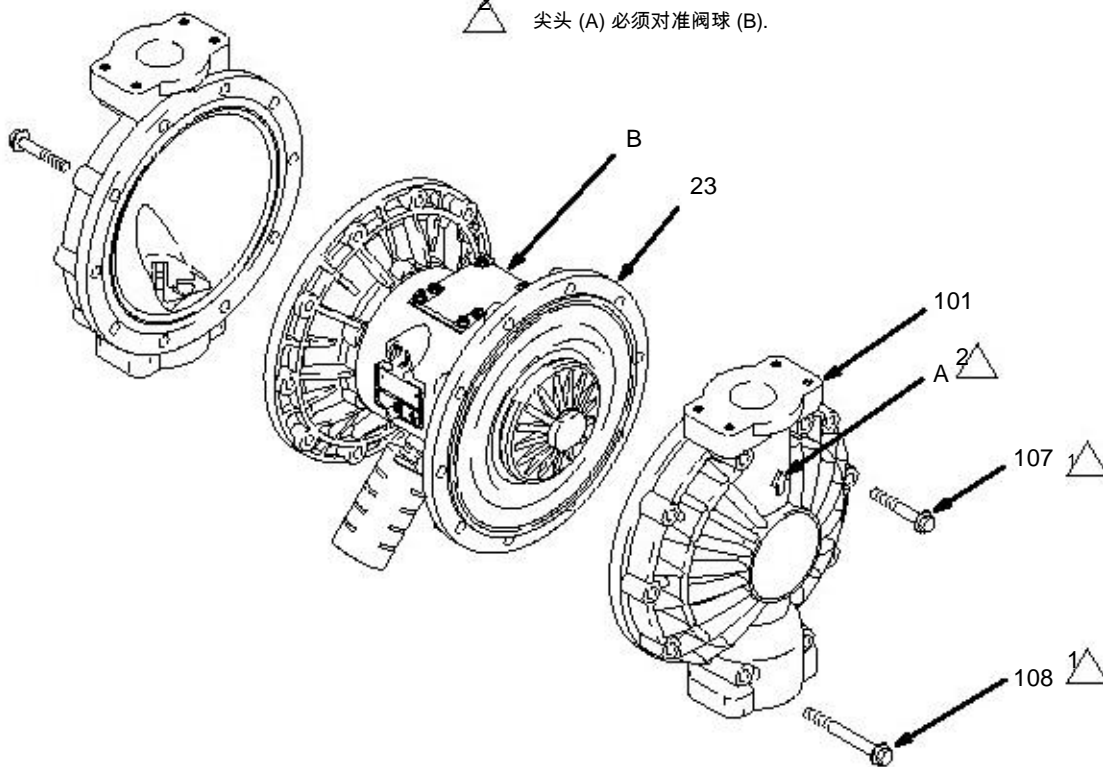
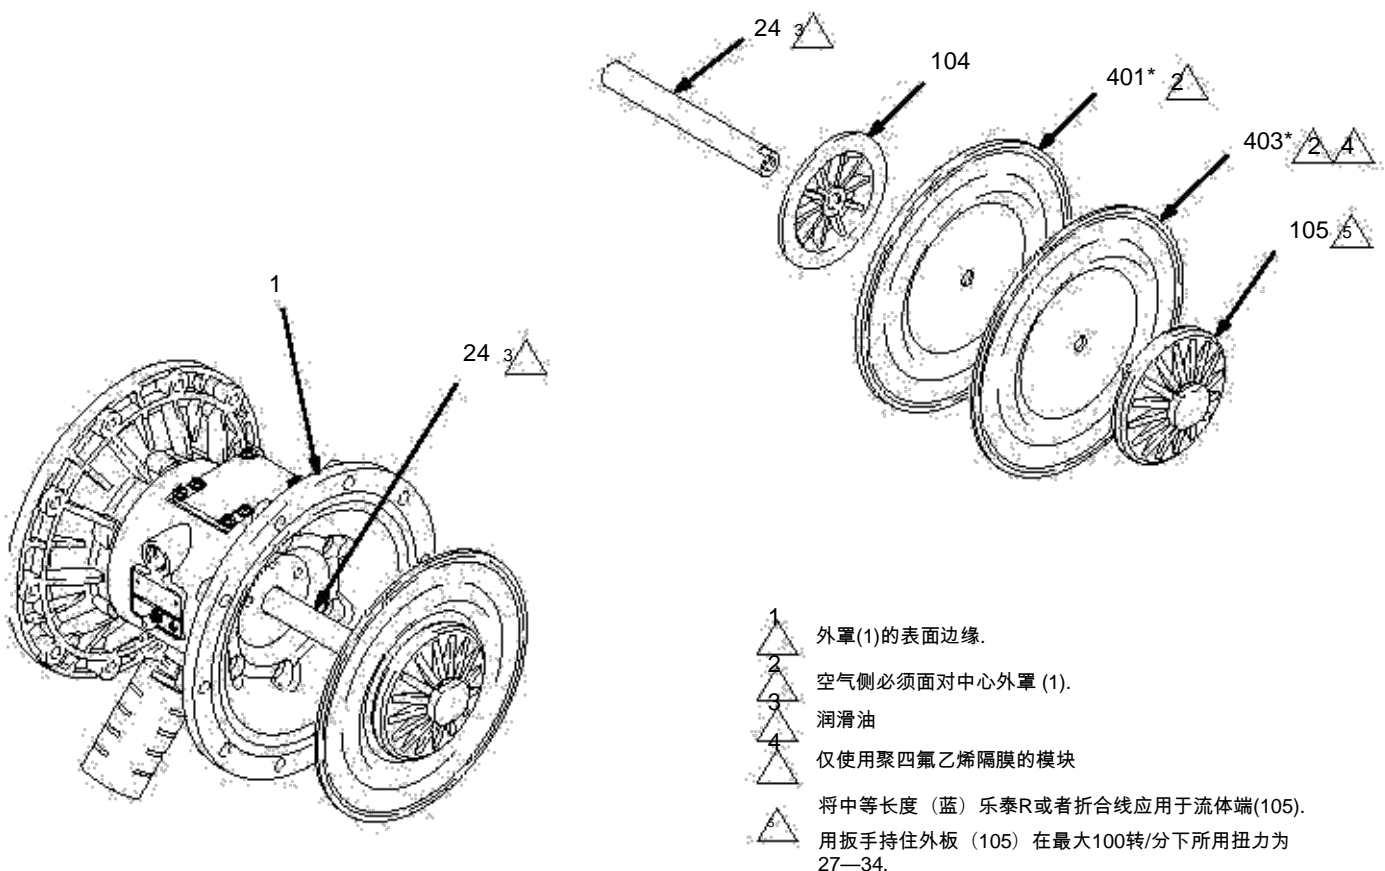

Fig. 12
Fig. 13
3. 使用13 mm 套筒扳手移除流体盖 (101) 与气盖 (23) 的螺丝 (107) 和 (108)。从泵上拉下流体盖 (101), 见图12.
4. 从隔膜轴(24)上松开外板 (105) . 移除隔膜(401), 和内板 (104). 见图13.
1. 润滑安装轴U型杯堤料(402\*)因此外表边缘在中心位置 (1)外边. 见图13.
3. 装配内隔膜板(104), 隔膜(401\*), 聚四氟乙烯隔膜(403\*, 如果有), 外隔膜板(105), 如图13所示13. 这些部件必须正确的装配。 .
4. 将中等长度 (蓝) 乐泰R或者折合线应用于流体端(105). 用扳手持住外板 (105) 在最大100转/分下所用扭力为 18.1—22.6. 不要超过这个扭力。
5. 调整流体盖 (101) 和中心位置(1)。尖头(A) 对同一方向的气阀(B). 确保盖子与螺丝(107和 108)牢固. 将长螺丝(108) 安装在盖子顶部和底部的孔上. 见图12.
6. 首先使用13 mm套筒扳手扭动长螺丝(108) 的扭力每次大致为 14.7–16.9 NSm . 然后扭动短螺丝(107). 见30页扭力系数.
7. 使用轴承拉出器移除隔膜轴承(19)，气阀轴 (12) 或轴承定位销 (15)。不要移除未损坏的轴承。
8. 如果你要移除隔膜轴承 (19)，及在中心壳体 (1) 用O型环钩和U形杯堤料将其取出，见图13